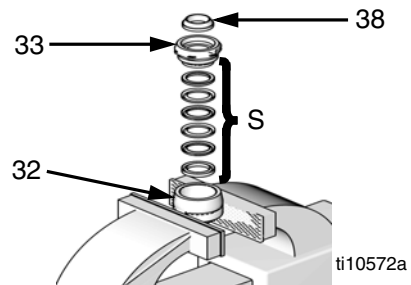

FIG. 18
- Lubrique las empaquetaduras de la válvula de entrada (S) e instálelas en la válvula (32). Consulte FIG. 18. Vea en las secciones Kits de empaquetaduras la configuración correcta de las empaquetaduras de la válvula de entrada.
- Con el lado biselado orientado hacia arriba, presione la junta de la válvula de entrada (38) en el receso de la tuerca de empaquetadura de la válvula de entrada (33) hasta que encaje en su sitio. La punta de la junta debería estar a ras con la cara de la tuerca de empaquetadura o empotrada levemente en ella. Consulte FIG. 18.
- Coloque las caras planas del cuerpo de la válvula (32) en un torno de banco. Enrosque la tuerca de empaquetadura (33) en el cuerpo de la válvula apretada a mano. Deje a un lado el conjunto de la carcasa de entrada.